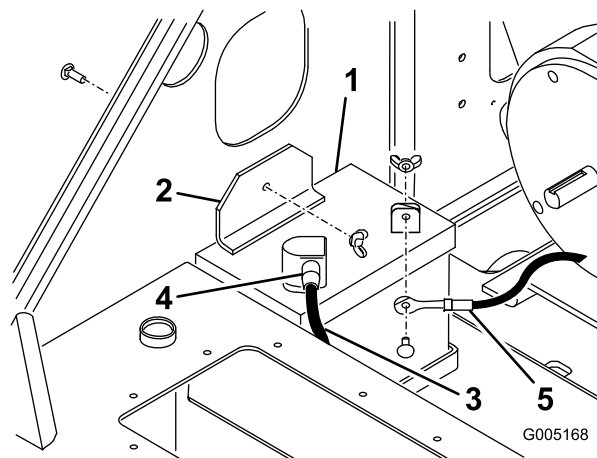

Figure 27
3. Enlevez l'écrou à oreilles et le boulon qui fixent la fixation de la batterie et la barrette (sous la fixation), et déposez la fixation et la barrette (Figure 27).
8. Placez la batterie dans le châssis (Figure 27).
9. Fixez la batterie dans le châssis (Figure 27).
(Figure 27). Glissez le capuchon en caoutchouc sur la borne de la batterie.
11. Connectez le câble négatif (noir) à la borne négative (–) de la batterie à l'aide du boulon et de l'écrou papillon fournis avec la batterie (Figure 27).